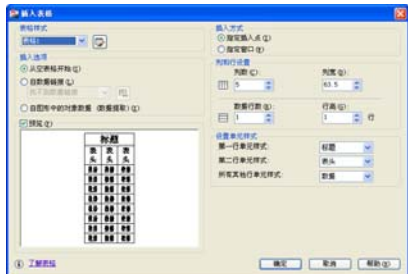

图 5-49 【插入表格】对话框
- 10 选择菜单【绘图】|【表格】命令，或单击【绘图】工具栏中的 按钮，激活【插入表格】命令，打开如图 5-49 所示的【插入表格】对话框。